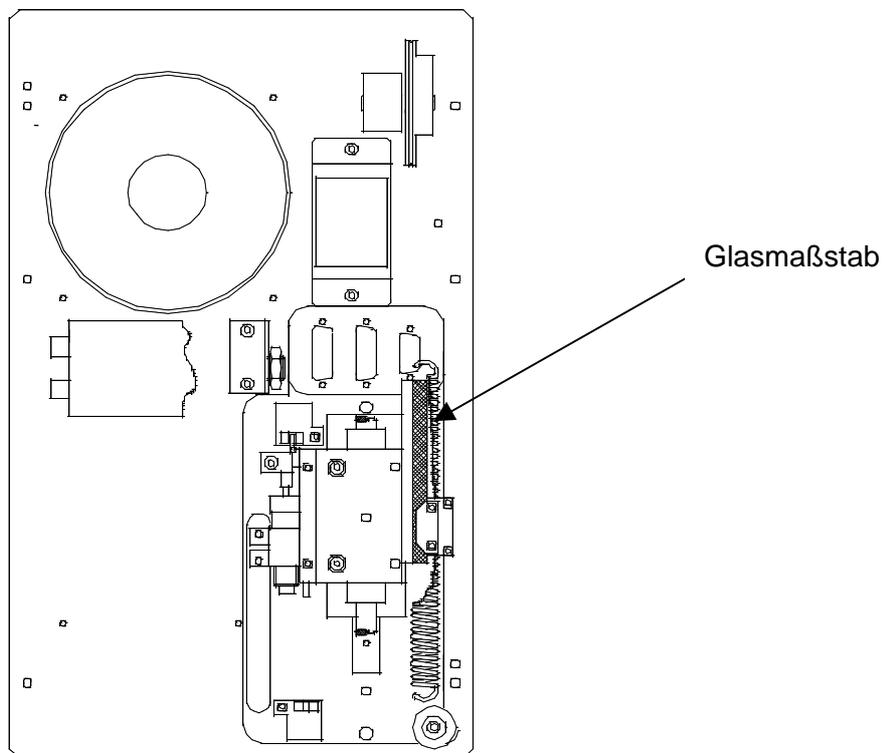

Bild 5-3 Wartungsplan
2. Den Glasmaßstab vorsichtig mit einem mit Alkohol oder Spiritus getränktem Tuch reinigen (siehe Bild 5-3)